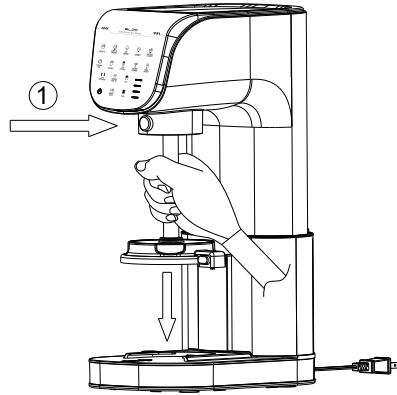

Figura 2
Para retirar el conjunto de cuchillas, mantenga presionado el botón de desbloqueo en la base de las cuchillas (como se muestra con la flecha ①) y luego tire del eje de las cuchillas hacia abajo para separarlo (consulte la Figura 2).